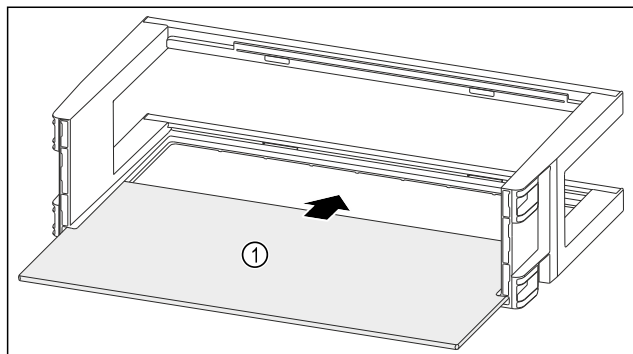

Fig. 116
- Draagplateau Fig. 116 (1) in de zijdelingse inkepingen schuiven.